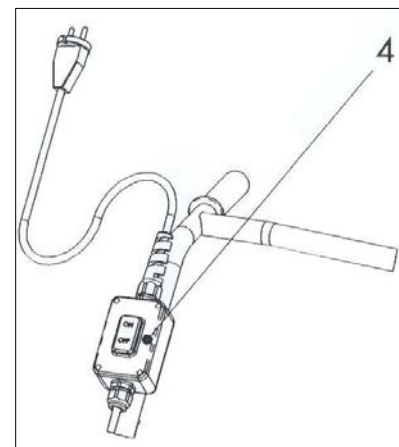

Fig. 1.7-3
- 3º.- Assegurar-se de que a posição do interruptor de arranque, **Pos. 4** situado acima a caixa de conexões do motor está em posição “**OFF**”. (Ver Fig. 1.7-3).